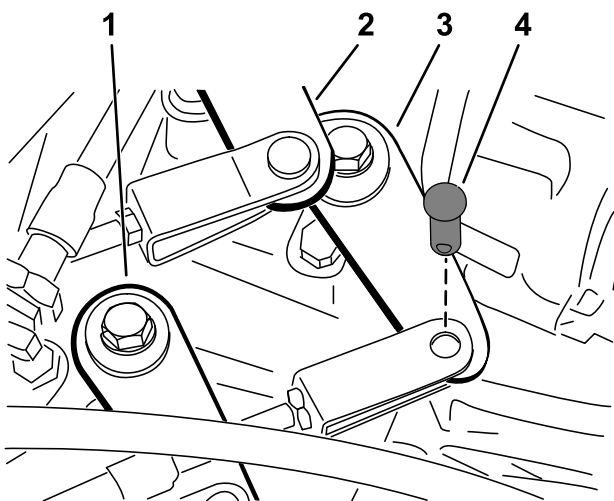

Figure 43
2. Retirez les axes de chape qui fixent les câbles de sélection aux bras de sélection de la boîte-pont (Figure 43).
1. Retirez l'axe de chape qui fixe le câble de gamme haute/basse à la boîte-pont (Figure 43).